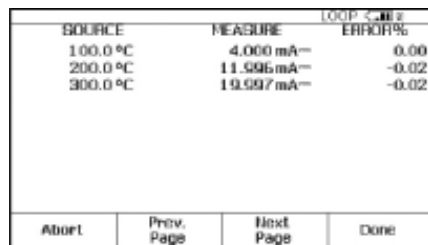

图10.
12. 完成调整后,选择“As Left”(调整后)、“Done”(完成)和“Autotest”(自动测试)。观察0-50-100 %评估。如果调节成功,测试后汇总屏幕中的所有误差都应正常显示(或小于0.25 %)(图10)。